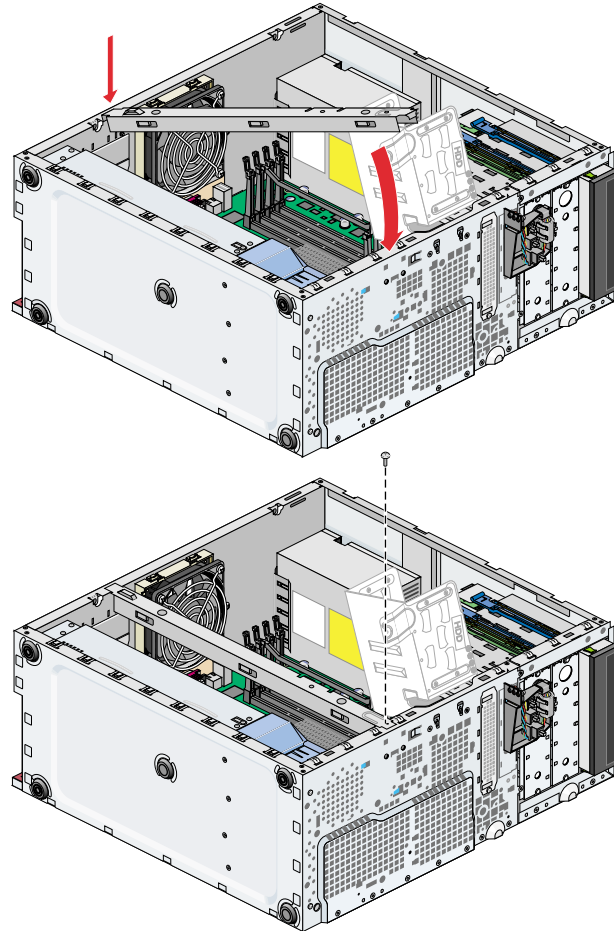

Abbildung 4-28 Anbringen der Gehäusestrebe
2. Stecken Sie die Lasche der Gehäusestrebe in die Öffnung im Gehäuse und klappen Sie die Gehäusestrebe nach unten in ihre Einbaulage. Bringen Sie dann die Schraube an, mit der die Gehäusestrebe am Gehäuse befestigt wird. Siehe Abbildung 4-28.